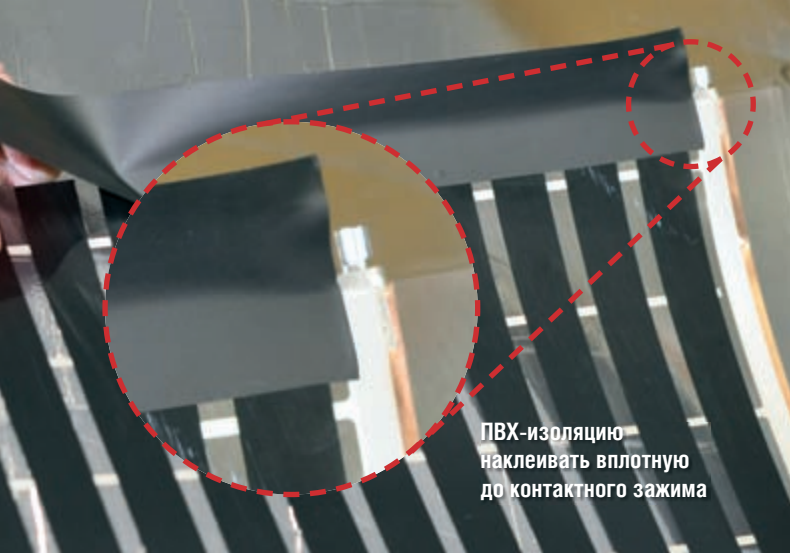

Рис. 11. Наклейка ПВХ изоляции на срез пленки
10. Тщательно заизолируйте места отреза термопленки изоляцией ПВХ: все места разреза полос по всей длине до места подключения контактных зажимов, а с концевой части полосы — по всей длине отреза (рис. 11–12).